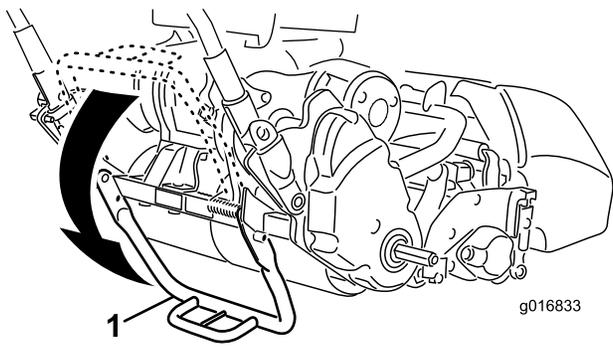

图9
1. 把脚放在支撑架的中央位置踩下支撑架向上拉起中下部手柄直至支撑架向前旋转并通过中心位置 (图9)。